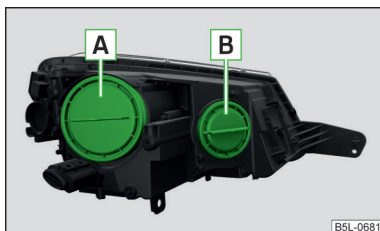

Fig. 195
Descripción de la imagen » fig. 195
» Desenrosque la tapa protectora respectiva » fig. 195 de la página 255 en el sentido contrario a las agujas del reloj y retírela.
- » Coloque la tapa protectora respectiva » fig. 195 de la página 255 y gírela hasta el tope en el sentido de las agujas del reloj.